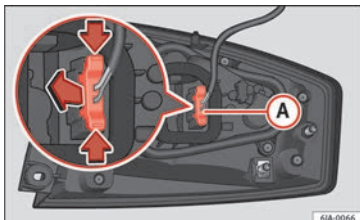

Fig. 99 Conector do farolim na parte posterior da unidade de luz traseira.
- Desligue o conector **A** » **Fig. 99** do farolim acionando as alavancas laterais do mesmo (setas) e puxando o conector para o exterior.